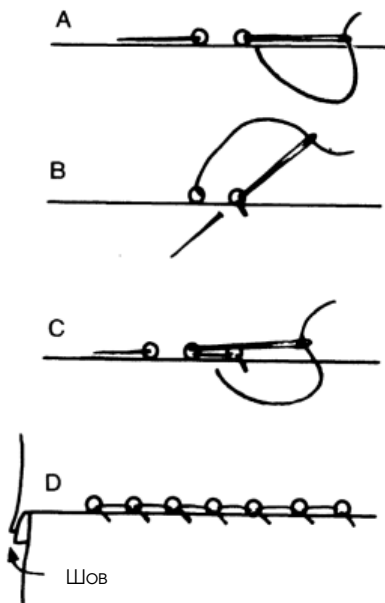

Рис. 21
1. Приступите к сборке изделия, стачивая различные детали лицом к лицу или сметывая швы, предварительно подготовленные как для шитья шнуром (рис. 21).
Шов выполняется справа налево. Деталь, на которой будет выполнен узор из отверстий, располагают к себе противоположной стороной. Шов нужно загнуть (с изнаночной стороны) под противоположную сторону (см. рис. 21 D).
2. Закрепите шелковую нить на правом конце шва и на одном слое ткани выполните короткий стежок «вперед иголку» на уровне со швом (рис. 21 А).
на другой детали приблизительно на уровне середины стежка «вперед иголку» (рис. 21 В).
4. Вколите иглу в конце первого стежка «вперед иголку» и сделайте второй той же длины (примерно 1,5 мм) (рис. 21 С).